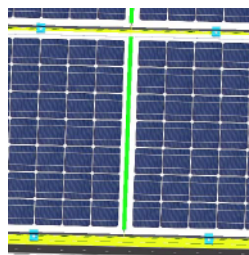
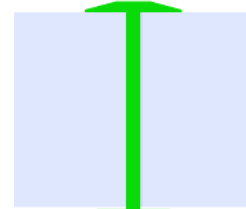

图8
图9
e.第二列下侧电池板安装时，与第一列电池板之间用防水胶条靠在一起，其他同b/d 步骤安装侧压块组件和U25 中压块组件。(图8、图9)